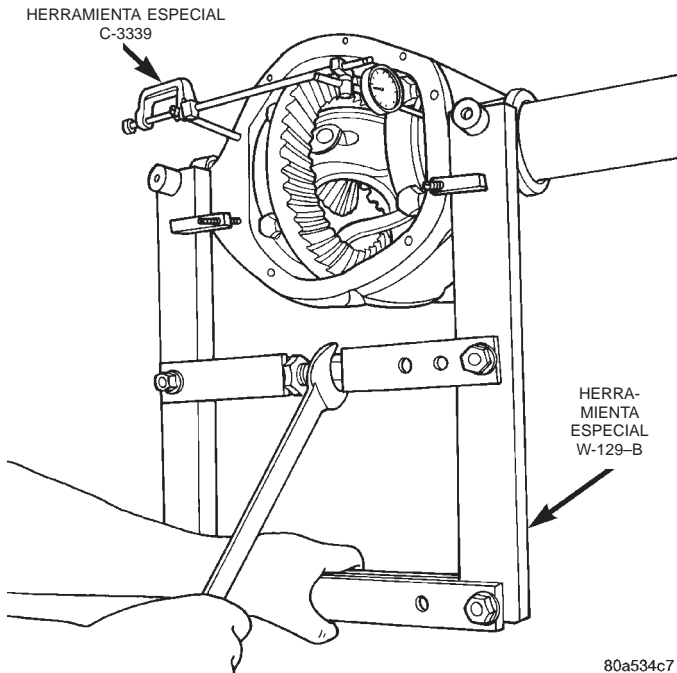
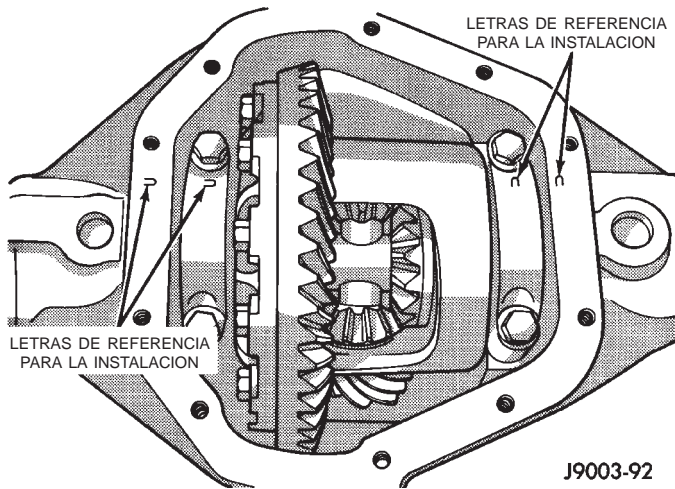

Fig. 26 Separación de la caja del eje
Fig. 29 Letras de referencia de la tapa de cojinete de diferencial
- (9) Separe el cárter lo suficiente como para retirar la caja del cárter. Mida la distancia con el indicador de cuadrante (Fig. 26).
(3) Separe el cárter lo suficiente como para retirar la caja del cárter. Mida la distancia con el indicador de cuadrante (Fig. 26).
(4) Retire el indicador de cuadrante.
(5) Instale el diferencial del cárter. Asegúrese de que las cubetas de cojinete se mantengan en posición sobre los cojinetes del diferencial y que la abertura de absorción de la cámara impelente del diferencial Vari-lok[™] se encuentre en la parte inferior del cárter. Golpee la caja de diferencial a fin de asegurarse de que las cubetas de cojinete están completamente asentadas en el cárter.
(6) Instale las tapas de cojinete en sus emplazamientos originales (Fig. 29).
(7) Instale sin apretar los pernos de la tapa de cojinete.
(8) Retire el separador de la caja del eje.
(9) Apriete los pernos de la tapa de cojinete con una torsión de 61 N·m (45 lbs. pie).
(10) Instale los cojinetes de maza y los semiejes.